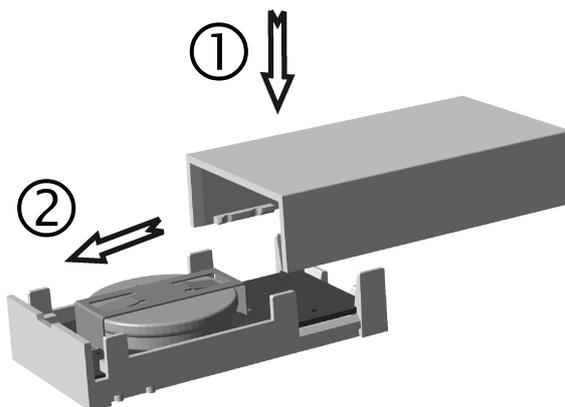

рисунок 4: Закрывание корпуса
- Снова надеть крышку корпуса и сдвинуть его до защелкивания (рисунок 4). Прибор готов к работе.